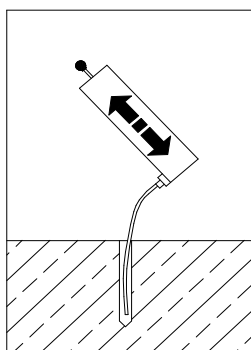

Fig.13
- Veeg het boorgat na het boren goed schoon met een correcte borstel en blaas daarna het boorgat schoon met een blaasbalg (Fig.13).